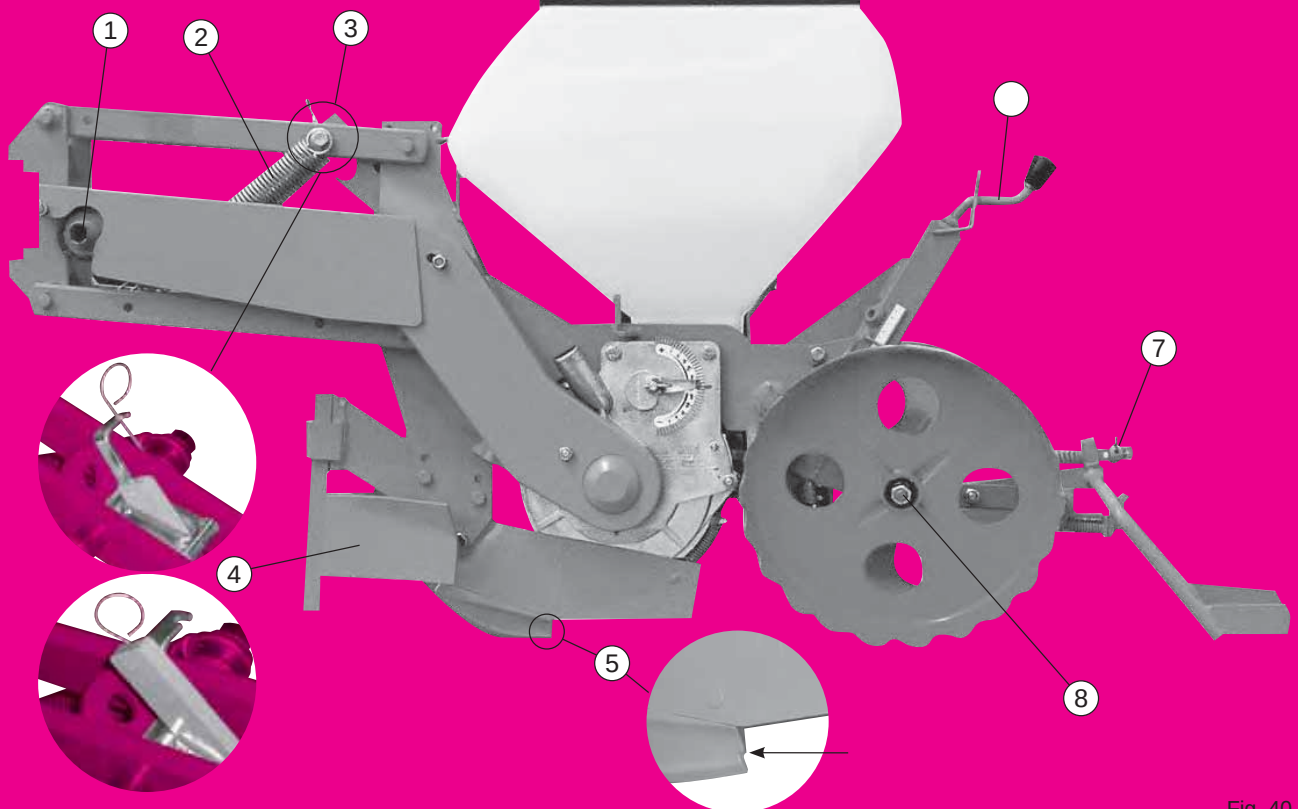

Fig. 40
Version de base (fig. 40) élément monté sur parallélogramme, terrage par le bloc arrière uniquement avec la manivelle (6) (fig. 40) - chasse-mottes avant avec coultre - soc standard maïs - roues tasseuses inclinées tôle - raclettes arrière - trémie 40 litres.
- (1) Système de sécurité (fig. 40) : il provoque un crabotage sonore en cas de blocage de la distribution. Un arrêt est alors obligatoire (voir page 44). Graisser les dents du crabot à la mise en route pour faciliter les premiers déclenchements.
- (2) Ressorts de parallélogramme : ils accentuent le poids de l'élément. En cas de trop forte pénétration, les ressorts peuvent être supprimés (1 ou les 2).
- (3) Taquet d'accrochage en position relevée (fig. 40) : en cours de travail, laisser le ressort dans son cran pour éviter les accrochages involontaires du taquet.
- (4) Chasse-mottes : doit travailler superficiellement pour éviter les risques de bourrages au niveau du boîtier ou de la chaîne.
- (5) Lorsque l'usure du soc atteint le stade du décrochement, le semis devient irrégulier : la pointe doit alors impérativement être remplacée.
- (6) Réglage du terrage (fig. 40) : une jauge graduée facilite l'uniformité du réglage.
- (7) Réglage de la hauteur des raclettes (fig. 40) par un jeu de rondelles d'épaisseur.
- (8) Réglage de l'écartement des roues maïs (fig. 40) : 2 bagues sur moyeux que l'on place, soit côté intérieur, soit côté extérieur, permettent d'obtenir 2 écartements à la base. Utiliser les roues resserrées pour semis superficiels (1 à 3 cm).
Базовая версия (рис. 40) элемент, установленный на параллелограмме, глубина изменяется через задний механизм с рукояткой (6) (рис. 40). Передний комьеотвод с сошником - стандартный кукурузный киль - металлические наклонные подпрессовывающие колеса - задние загортчи - 40-литровый бункер для зерна.
- (1) Предохранительная система (рис. 40): эта кулачковая муфта заставляет звучать в случае блокировки высевающего аппарата. Когда слышен звук немедленно остановите машину (см. страницу 29). Кулачковая муфта должна быть введена в зацепление, когда будет устранена причина неисправности, высевающий аппарат должен легко вращаться.
- (2) Подпружиненный параллелограмм: увеличивает вес высевающей секции. Если глубина посева большая пружины могут быть удалены (одна или обе).
- (3) Защелка захват, чтобы удерживать высевающую секцию в поднятом положении при транспортировке (рис. 40): пружину необходимо ставить на ее фиксатор, чтобы избежать неожиданного загибания в работе.
- (4) Комьеотвод: должен работать над поверхностью земли, чтобы избежать влияния на цепные передачи.
- (5) Когда сошник достигает этой точки износа, высев становится неравномерным: наконечник сошника должен быть заменен.
- (6) Регулирование глубины (рис. 40): градуированная шкала делает более легкой плавную установку глубины посева.
- (7) Отрегулируйте высоту засыпания семян (рис. 40) посредством пары загортчей.
- (8) Отрегулируйте расстояние между прикатывающими наклонными колесами (рис. 40): размещение 2 втулок на внутренней или внешней стороне центра колеса позволяет установить 2 ширины между прикатывающими колесами. Используйте малую ширину для мелкой глубины посева (1 - 3 см) (3/8 - 1 1/2 «).
Basic version (fig. 40) element mounted on a parallelogram, depth control via the rear unit only, with the crank (6) (fig. 40). Front clod remover with coulter - standard corn share - sheet metal inclined press wheels - rear scrapers - 40 litre grain tank.
- (1) Safety system (fig. 40) : this causes the clutch to sound in case of a blockage in the metering system. When this clutch sound is heard, stop the machine immediately (see page 44). The teeth of the clutch should be lubricated when restarting in order to make the first declutching easier.
- (2) Parallelogram springs : these increase the element's weight. If the penetration is too great, the springs may be removed (one or both).
- (3) Locking pawl to keep unit in a raised position (fig. 40) : while planting, in order leave the spring in its notch to avoid unexpected lock-up.
- (4) Clod remover : should work on the ground surface to avoid plugging at the metering box or chain.
- (5) When the shoe reaches this point of wear, sowing becomes irregular : the tip must then be replaced.
- (6) Adjustment of the depth (fig. 40) : a gradual scale makes it easier to set the unit at a uniform depth.
- (7) Adjustment of the height of the hillers (fig. 40) by means of a pair of washers.
- (8) Adjustment of the spacing of corn press wheels (fig. 40) : placing the 2 bushings on the inside or the outside of the wheel hub allows for 2 basic widths. Use the narrow setting for shallow seeding (1 - 3 cm) (3/8 - 1 1/2«).